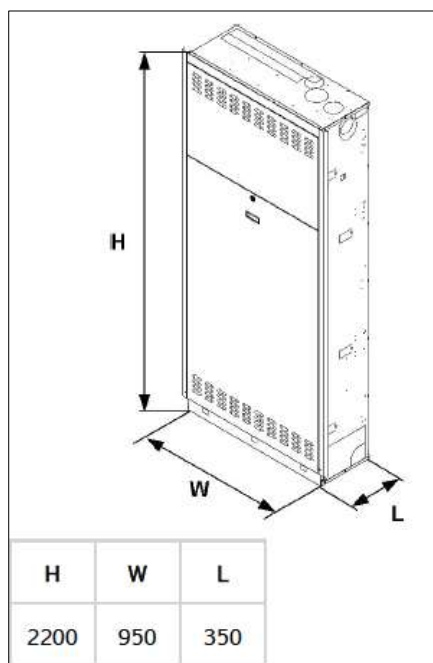

Figura 7-installazione armadio da incasso
- Preparare quattro set di tasselli a espansione $\varnothing 10$ per ancoraggi pesanti, con relativi dadi e rondelle (Figura 7).